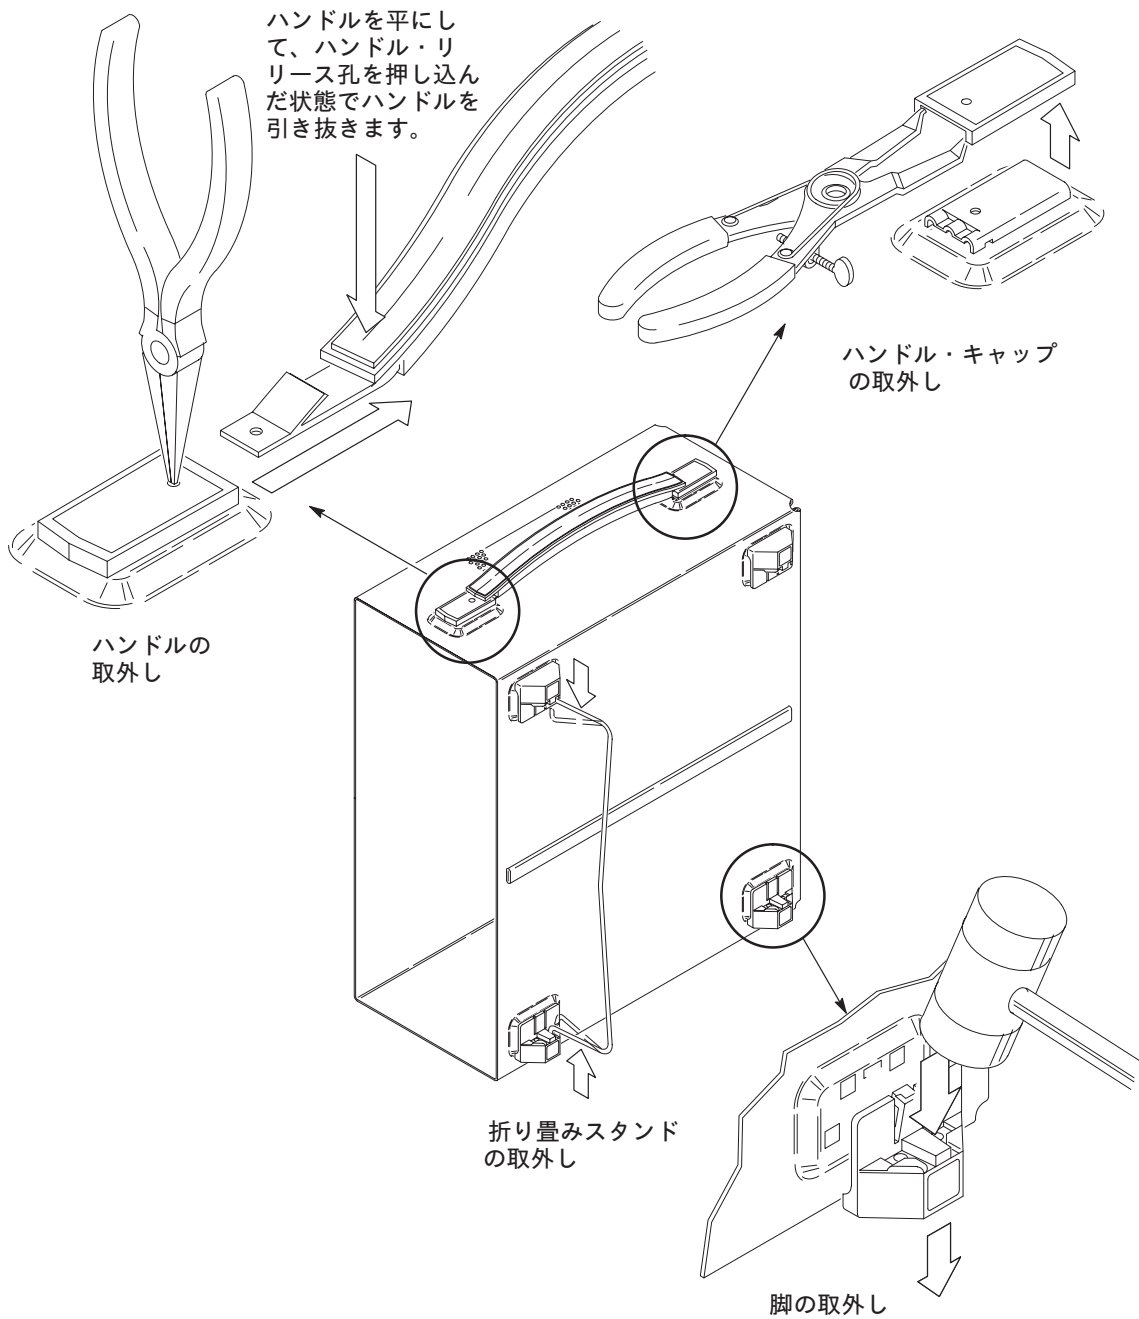

図 10-4: ケース装着部品の取外し
- a. 図 10-4 のように正面から見て機器左側面を下にして置きます。図 10-4 を参照しながら以下の作業を行ないます。